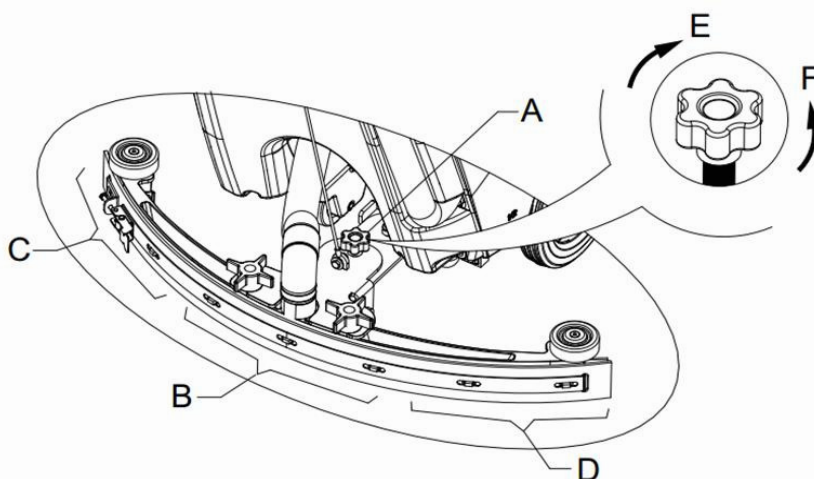

Figura 9
10. Ajustați mopul cu ajutorul mânerului de ajustare (A) (vedeți **Figura 9**).